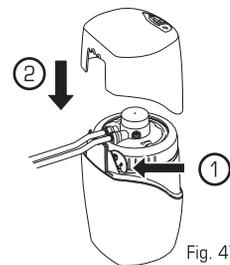

Fig. 47
7. **Almacene** la herramienta de remoción para uso futuro ①. **Coloque** la Tapa superior en la Base ② (Fig. 47).